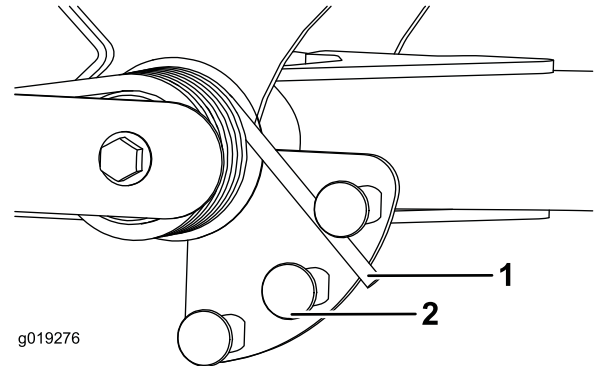

Figura 37
2. Inserite un tubo o un oggetto simile sull'estremità della molla lunga e giratelo attorno all'attuatore della molla nella posizione desiderata (Figura 37).